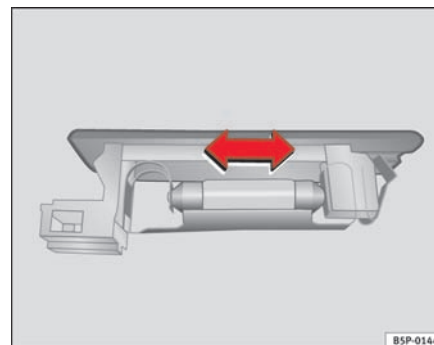

Fig. 201 Bagagerumslys
- Tryk pæren til side, og tag den ud af holderen ⇒ side 269, fig. 201. ■